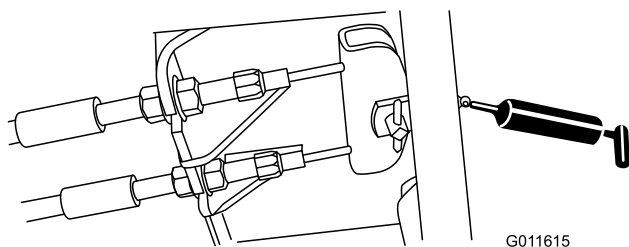

Рисунок 36
- Педаль тормоза (1 шт.) (Рисунок 36)